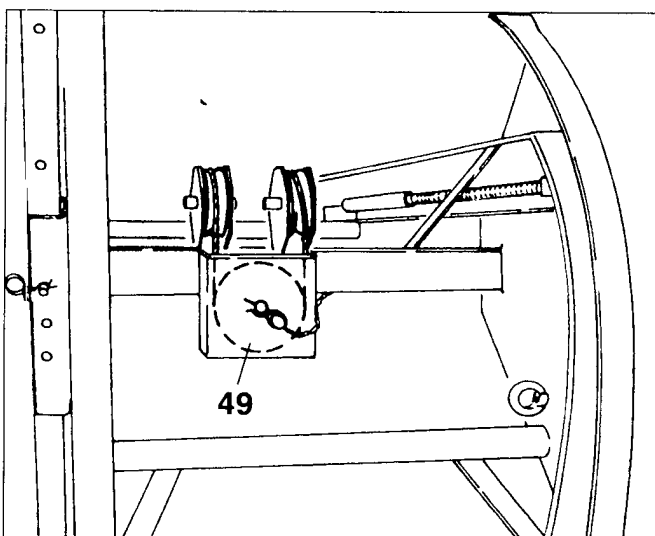

Fig. 41
- Kiepbak (fig. 41) op beide koppelingsplaten (45) tussen de U-rails boven op de slede (9) vastzetten.